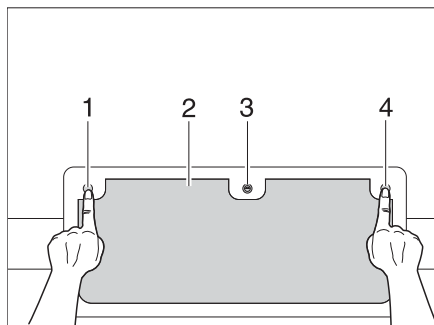

Bild 35 Lucklås med knappar, låst
- Stick in nyckeln i låscylindern (Bild 35,1) och vrid ett kvarts varv.
- Tryck in de tre knapparna (Bild 35,1, 3 och 4).
- Stäng den utvändiga luckan (Bild 35,2) helt tills den går i lås.
- Stick in nyckeln i låscylindern (Bild 35,3) och vrid ett kvarts varv. Lucklåset är låst.